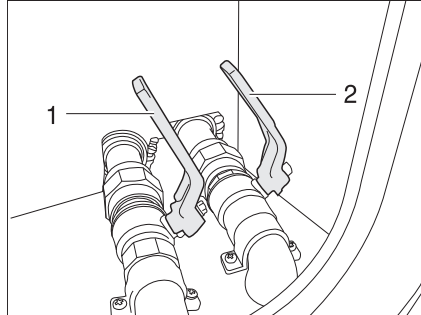

Fig. 216 Llave de desagüe en el doble fondo
La llave de desagüe (Fig. 216,1) está integrada en el doble fondo. La llave de desagüe está identificada con el rótulo "Wasser" (Agua).
- Abrir la llave de desagüe (Fig. 216,1). Se vacía el agua.